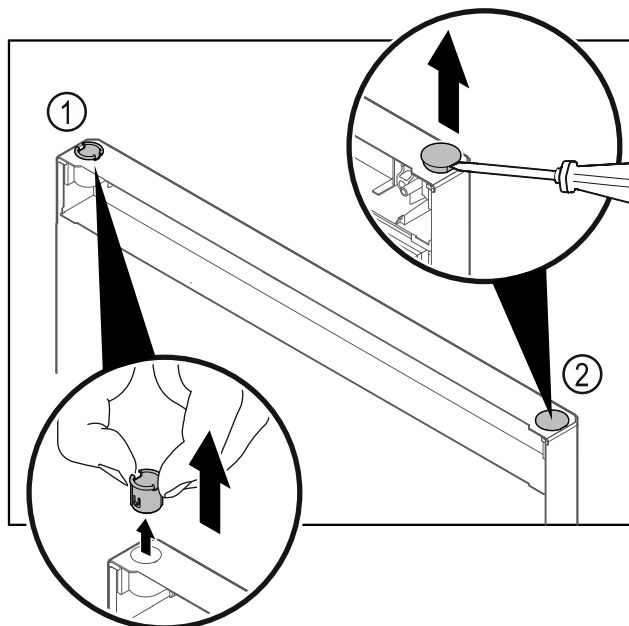

Fig. 29
- ▶ Τραβήξτε έξω την υποδοχή μεντεσέ Fig. 29 (1) με τα δάχτυλα.
- ▶ Ανασηκώστε προσεκτικά την τάπα Fig. 29 (2) με ένα ίσιο κατασαβίδι και τραβήξτε την έξω.